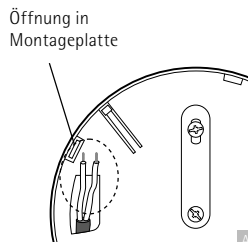

Abb. 13b
2. Ziehen sie das Kabel durch die Öffnungen in der Montageplatte (bevor Sie diese an die Decke schrauben), siehe Abbildung 13b.